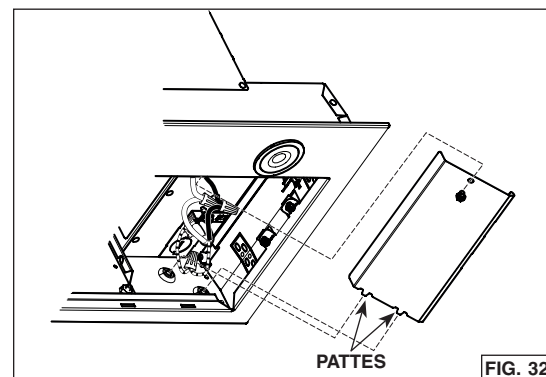

FIG. 32
1. Connecter le fil VERT ou dénudé du câble d'alimentation électrique à une vis VERTE de mise à la terre (①).
2. Connecter les fils du **câble d'alimentation électrique** aux fils de la hotte comme suit: le fil NOIR au fil NOIR (②) et le fil BLANC au fil BLANC (③).
3. Connecter les fils du **câble 14/2 n° 2** aux fils de la hotte comme suit: le fil NOIR au fil BRUN (④) et le fil BLANC au fil BLEU (⑤).
4. À l'aide d'un court fil de mise à la terre (non inclus), connecter les fils VERTS ou dénudés des câbles n° 1 et n° 2 à l'autre vis VERTE de mise à la terre (⑥).
5. Connecter les fils du **câble 14/3 n° 1** aux fils de la hotte comme suit: le fil ROUGE au fil ROUGE (⑦), le fil NOIR au fil ORANGE (⑧) et le fil BLANC au fil POURPRE (⑨).
6. Remettre en place le couvercle du compartiment électrique en s'assurant que les pattes du bas sont insérées dans leur emplacement surélevé. Le fixer à la hotte à l'aide de sa vis de retenue (FIG. 32).
Le thermostat HEAT SENTRY peut activer le ventilateur même lorsqu'il est arrêté. Lorsque ça se produit, il est impossible d'arrêter le ventilateur avec son interrupteur. Si vous devez arrêter le ventilateur, régler l'interrupteur principal situé derrière les filtres, du côté interne du châssis de la hotte, en position ARRÊT (s'il est possible de le faire sécuritairement). Voir le médaillon de la FIG. 32.